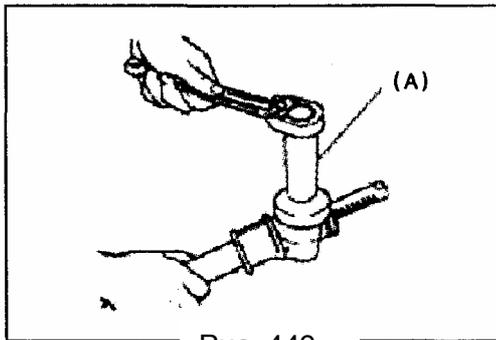

Рис. 449
2) При помощи специального инструмента снимите заглушку подшипника (Рис. 449).